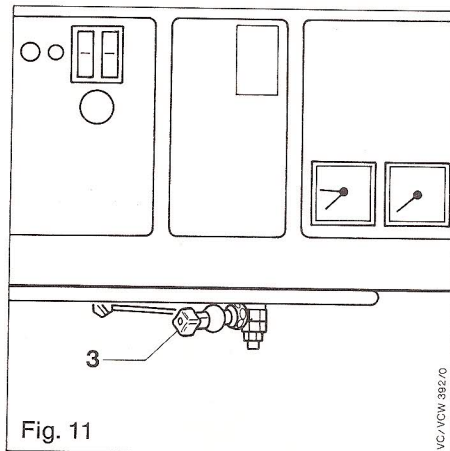

Fig. 11
- Aprire il rubinetto d'intercettazione (2) acqua fredda sotto la caldaia.
- Aprire il rubinetto di prelievo (1) acqua calda sull'impianto, lasciarlo aperto affinché l'impianto e la caldaia siano stati riempiti.
Riempire l'impianto e l'apparecchio, ad una pressione preliminare di 1 bar da leggere sul manometro, (pos. 11, fig. 2, pag. 4) con il rubinetto riempimento (3) fig. 11.
Il rubinetto (3) fig. 11 una volta raggiunto il valore di pressione voluto deve essere richiuso.